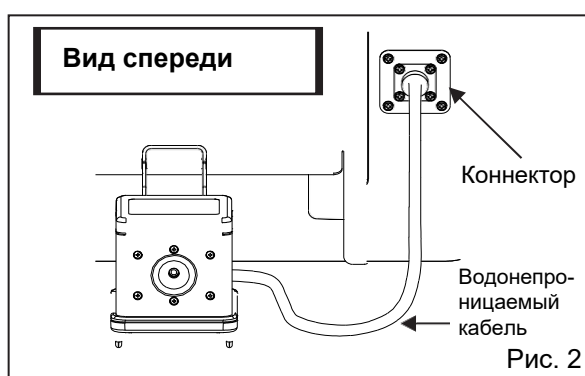

Рис. 2
<Левая сторона дисплея> [Рис. 2]
3. На экране «Alarms & Controls» переместите курсор на «Date & Time» («Дата и время») [Рис. 2] с помощью клавиш Вверх/Вниз (△▽) и нажмите клавишу ввода (ENTER) [Рис. 2].
3. На экране «Alarms & Controls» переместите курсор на «Keypad Click Set» («Установка звука клавиатуры») [Рис. 2] с помощью клавиш Вверх/Вниз (△▽) и нажмите клавишу ввода (ENTER).
7. Снимите водонепроницаемую крышку с разъема в задней правой части камеры, а затем подсоедините другой конец водонепроницаемого кабеля к разъему (рис. 2).